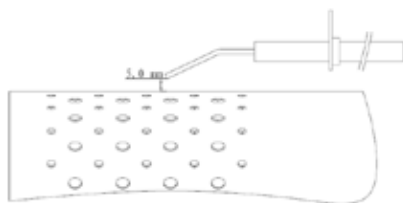

Bild 1
- Überprüfen Sie die Startelektrodenposition (Bild 1)